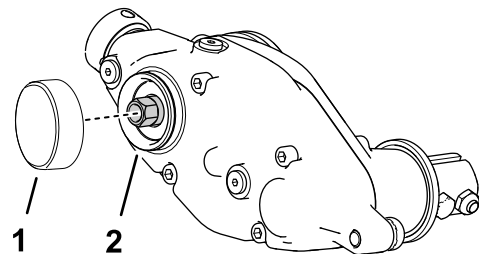

Bild 14
1. Tragen Sie Gewindesperrmittel mittlerer Stärke (z. B. Green Loctite 609®) um die Sprenggrille und die äußere Oberfläche auf (Bild 14).
2. Montieren Sie den Deckel, wie in Bild 14 abgebildet.